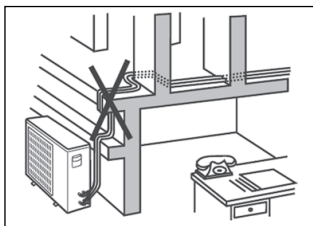

FIG. 5 - EVITAR CURVAS E DOBRAS EXCESSIVAS
- Evite curvas e dobras desnecessárias nos tubos de ligação (Fig. 5).